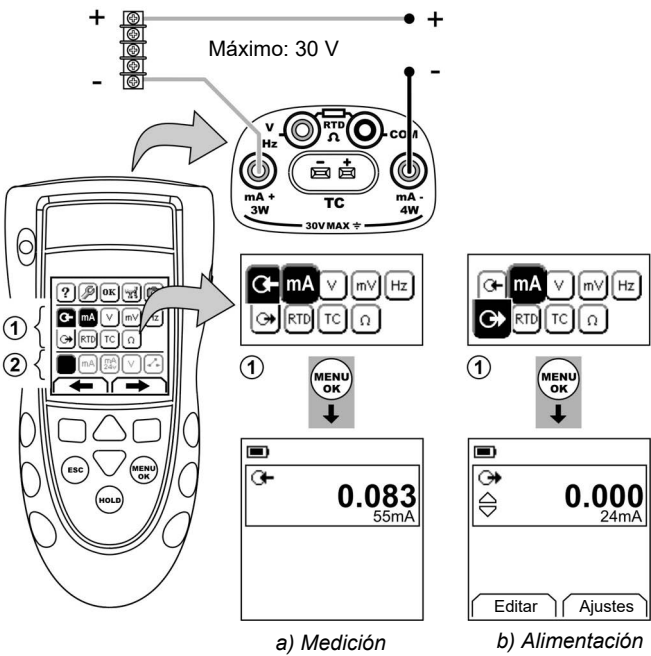

Figura 1: Ejemplo de configuración: Medición/alimentación de mA con alimentación de lazo externa (Área ①)
1. Conecte el instrumento (Figura 1, 2 o 3) y, si es necesario, ajuste las opciones de **Configurar** (Tabla 1).